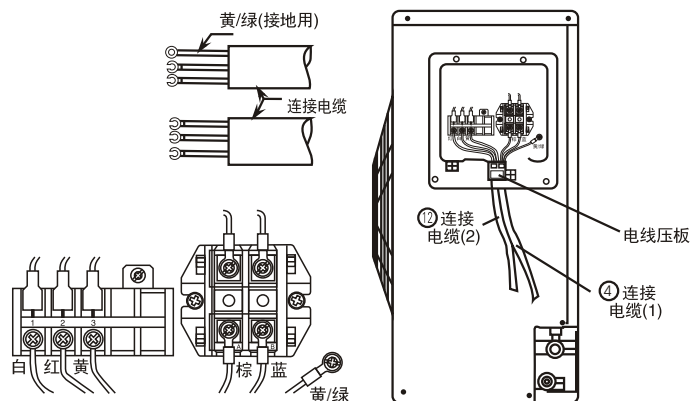

图15
- (1) 把连接电缆按电气接线图所示正确地牢固连接。(紧固力为 $0.8 \sim 1.5\text{N} \cdot \text{m}$)
- (2) 用电线压板将连接电缆压住后, 用螺钉紧固, 按图15安装。